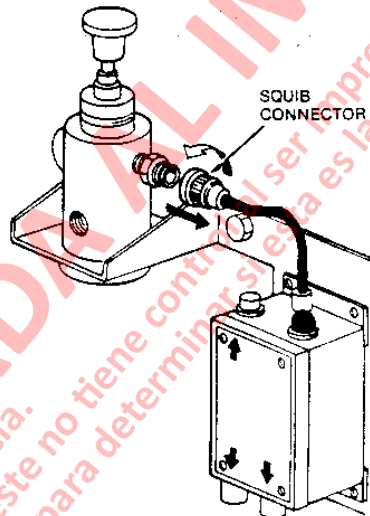

FIGURA 2.3-19. SAQUE EL CARTUCHO Y DESCONECTE EL DETONADOR
6. Saque el conector del detonador antes de proceder con la siguiente serie de revisiones (Figura 2.3-19).